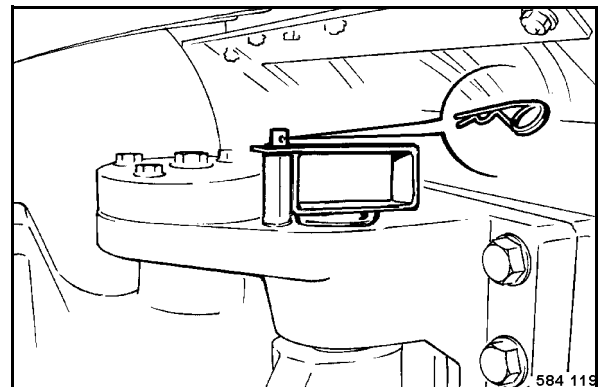

fig. 115
- Enclencher la sécurité d'articulation puis l'assurer avec l'agrafe (fig. 115).